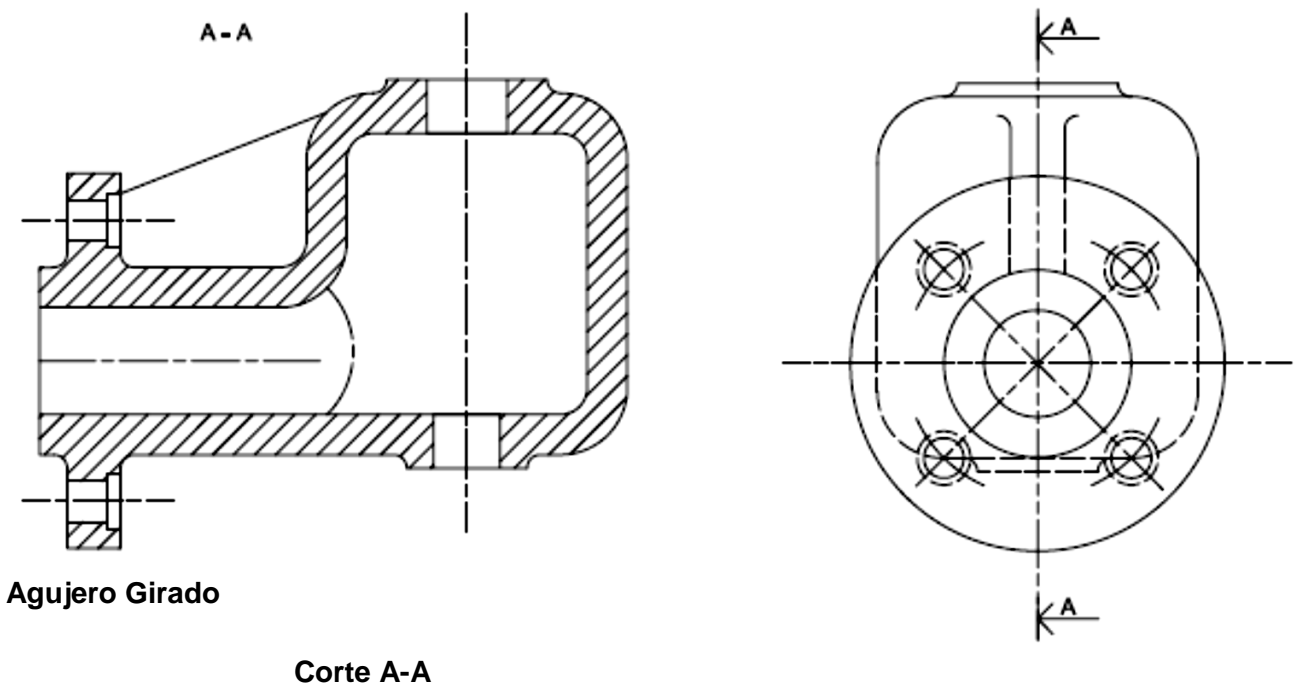

Fig. 7
9) En el caso de partes de revolución que contienen detalles separados regularmente que deben mostrarse, pero no están situados en el plano de corte, tales detalles deben representarse girándolos dentro de dicho plano, procurando que no existan ambigüedades y recomendándose poner alguna indicación de ello, Fig. 7.